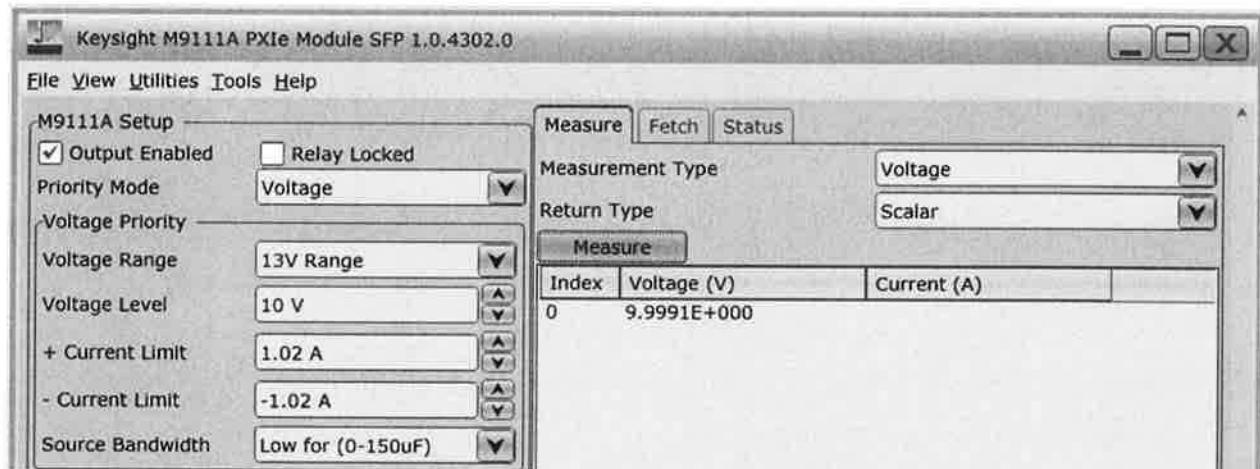

Рисунок 8 – Виртуальная панель управления прибором
- значения напряжений устанавливать в поле «Voltage Level», значения силы тока в поле «Current Limit» (см. рисунок 8); в поле «Priority Mode» выбрать «Voltage»;
- абсолютную погрешность воспроизведений напряжения постоянного тока определить по формуле (4):